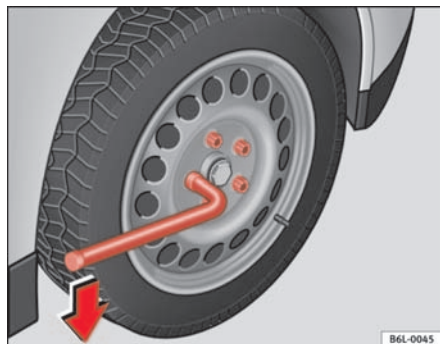

Fig. 131 Cambio de rueda: aflojar los tornillos de rueda
- Agarre la llave por el extremo y gírela aproximadamente una vuelta hacia la **izquierda** ⇒ fig. 131.